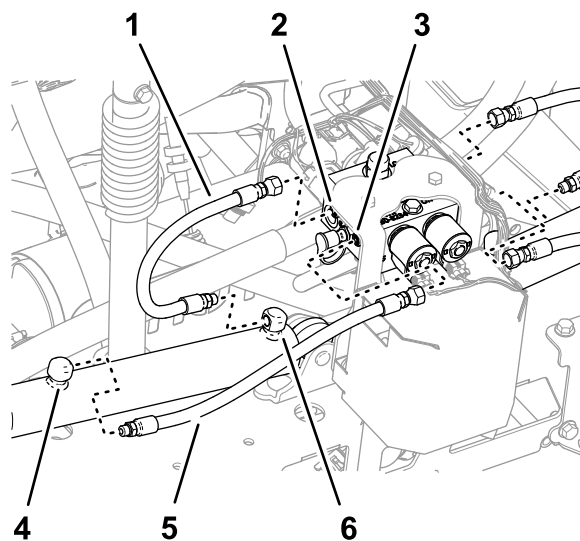

Figura 42
2. Retire las mangueras de los orificios C2 y C4 del distribuidor de los cilindros de elevación (Figura 42).
1. Retire las mangueras de los orificios de extensión de los cilindros de elevación derecho e izquierdo (Figura 42).
3. Retire las mangueras de los orificios de retracción de los cilindros de elevación derecho e izquierdo (Figura 42).
4. Retire las mangueras de los orificios C1 y C3 del distribuidor de los cilindros de elevación (Figura 42).